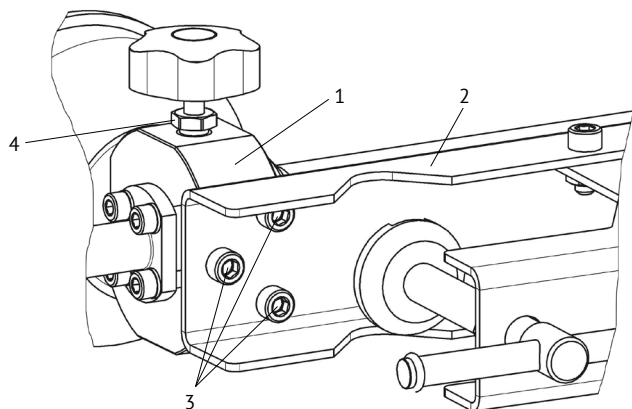

Рис. 2. Вид снизу
6.2 Присоедините трубку 2 (Рис. 2) к корпусу 1 тремя винтами 3.
7.13 Для компактной переноски пресса выверните ручки *штурвала 6*. Отсоедините *струбцину 2* (Рис. 2) от корпуса *пресса 1*, вывернув *винты 3*.